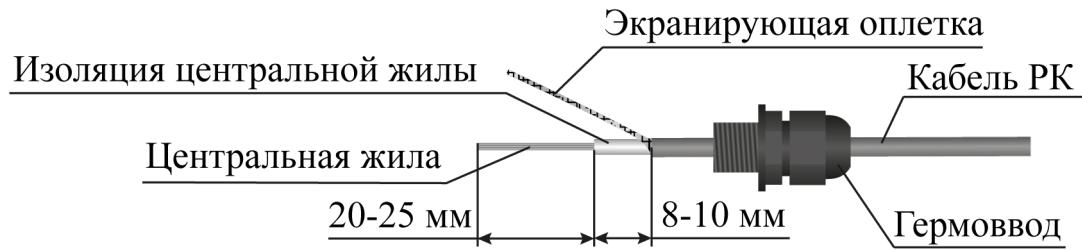

Рисунок 4.33
- на кабель РК надеть гермовод, корпус муфты (рисунок 4.33);
- слегка затянуть накидную гайку гермовода (рисунок 4.33);
– снять изоляцию центральной жилы, оставив 8 - 10 мм до края внешней изоляции (рисунок 4.33);
– обкусить центральную жилу, оставив 20 – 25 мм (рисунок 4.33)